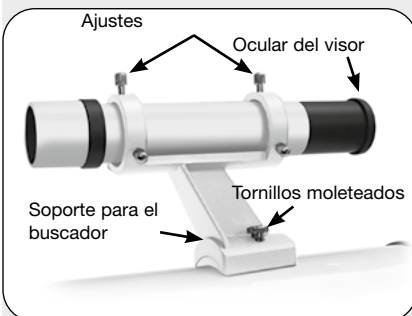

Fig. 9: Fijación del soporte del visor al tubo óptico.
9. Colocación del visor (Fig. 9): El visor ya está incluido en el paquete con el soporte pre-montado. Retire los tornillos de mariposa del tubo óptico y apártelos. Coloque el soporte del visor sobre los dos tornillos de fijación y vuelva a atornillar los tornillos de mariposa.